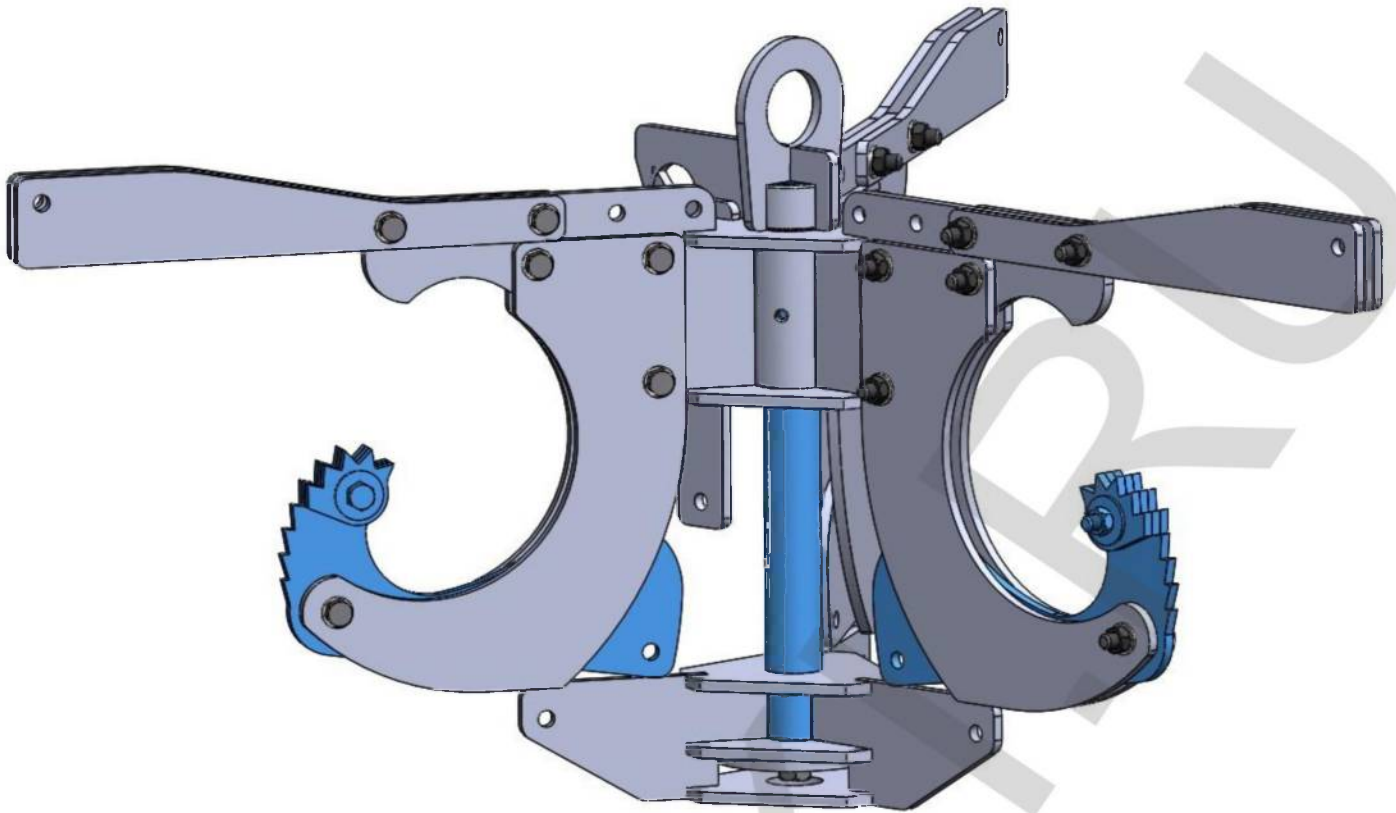

Рис. 5 – Исходное состояние Захвата
6.3. Приподнять Захват над поверхностью и убедиться в его исходном рабочем состоянии. Центральный шток должен быть максимально выдвинут вниз, рабочие упоры – прижаты к нижней части Захвата (Рис. 5).
6.8. Расслабить натяжение тросов крюка. Шток под весом нижней части Захвата опустится в самое нижнее положение – замок Захвата переключится в ЗАБЛОКИРОВАННОЕ положение. Захват придёт в своё исходное состояние (Рис. 5).